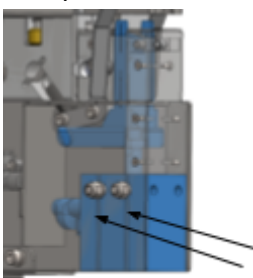

Figure 10
Vous pouvez voir à la figure 10 la composition du dispositif de coupe de la boucle femelle.
Étape 1 : Retirer les écrous et les vis à six pans creux montrés à la figure 10.
Étape 8 : Enfoncer les tuyaux à air dans le raccord adéquat. Tuyau vert dans le raccord supérieur, tuyau rouge dans le raccord inférieur. Insérer de nouveau le dispositif de coupe entier sous le TagMatic et le fixer à nouveau à l'aide des vis à six pans creux, les rondelles et les écrous (figure 10).